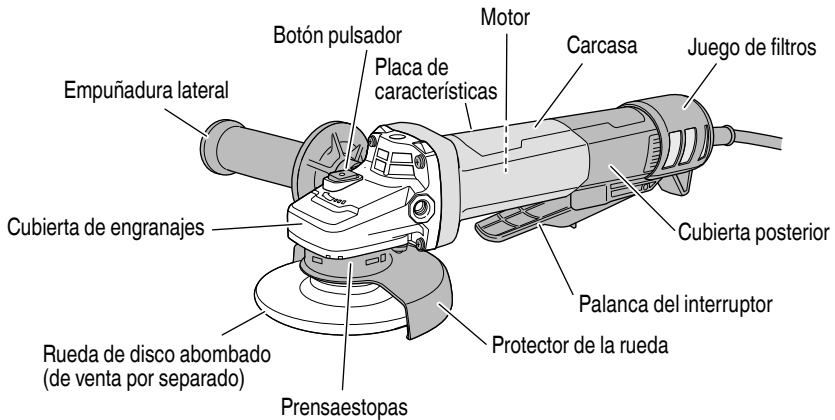

Fig. 1
- Sujete firmemente la amoladora por su carcasa y la empuñadura lateral (Fig. 1).